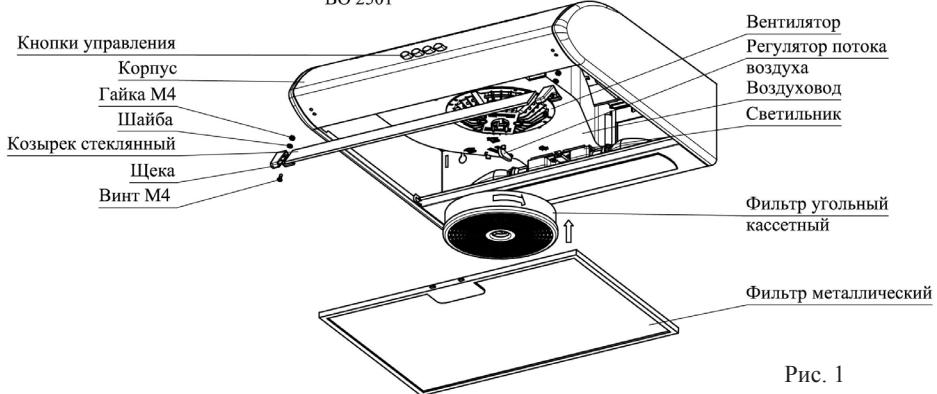
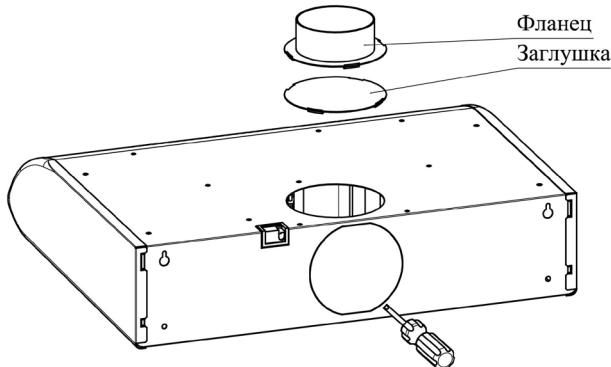

Рис. 1
Рис. 2
Внутри корпуса воздухоочистителя (рис. 1) располагаются вентилятор, светильник воздуховод с регулятором потока воздуха. На вентилятор установлен фильтр угольный кассетный. На передней части корпуса расположены кнопки управления работой воздухоочистителем.
В верхней и задней стенках корпуса воздухоочистителя имеются отверстия (рис.2), предназначенные для отвода воздуха наружу при помощи трубы, которая присоединяется к воздухоочистителю через фланец. Отверстие на задней стенке по контуру обозначено вырубленным элементом, который перед установкой фланца необходимо удалить при помощи отвертки или другого инструмента.
- 6.8 **ДЛЯ РАБОТЫ В РЕЦИРКУЛЯЦИОННОМ РЕЖИМЕ** совместите флагшток регулятора потока воздуха (см. рис. 1) с рисунком "▢" на воздуховоде воздухоочистителя. При данном режиме работы отверстие на верхней поверхности воздухоочистителя должно быть закрыто заглушкой (рис. 2).
Для установки фильтра угольного кассетного, оденьте его на фиксирующие элементы в центре вентилятора и поверните по часовой стрелке до упора (рис. 1). Демонтаж производится в обратном порядке.
ДЛЯ РАБОТЫ В ВЫТЯЖНОМ РЕЖИМЕ совместите флагшток регулятора потока воздуха с рисунком "⤓" на воздуховоде воздухоочистителя. При данном режиме работы в одно из выходных отверстий корпуса установить фланец. Если фланец установлен в отверстие на задней поверхности воздухоочистителя, то отверстие на верхней поверхности нужно закрыть заглушкой (рис. 2). Затем соедините фланец воздухоочистителя с вентиляционным каналом трубой диаметром 100 мм (в комплект поставки не входит приобретается отдельно).